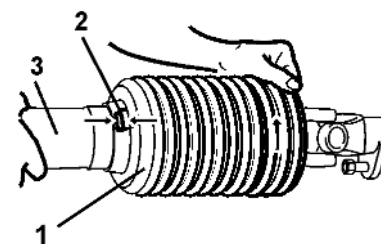

Bild 58
6. Lossa smörjnippeln (Bild 58/1) och sätt dit kraftöverföringsaxeln (Bild 58/2).
7. Fäst ledgaffeln (Bild 58/3) med en brytbult (Bild 58/4).
8. Skruva in smörjnippeln (Bild 58/1).